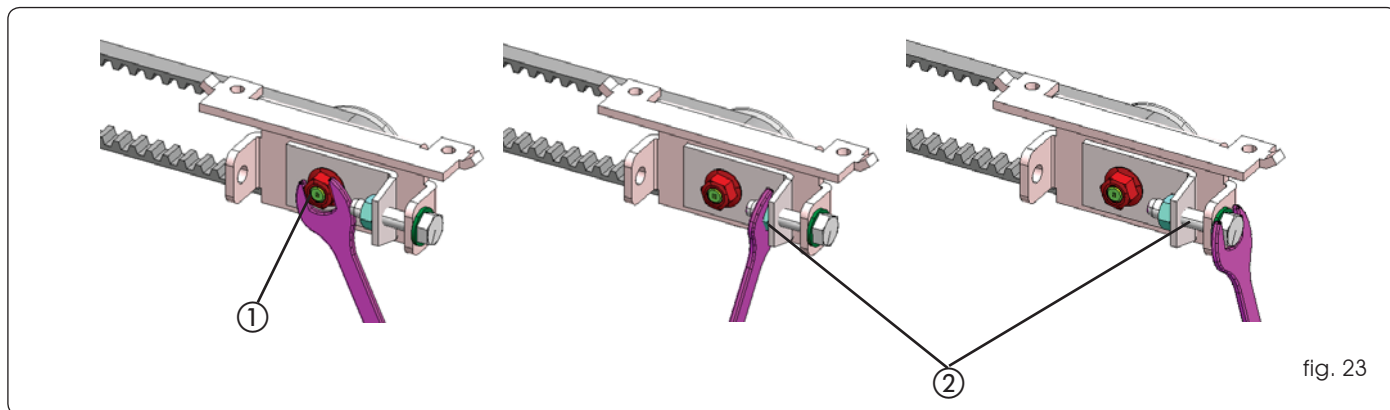

fig. 23
- Afloje la tuerca (fig. 23 ref. ①).
- Manipule el tornillo y el perno (fig. 23 ref. ②) para tensar la correa o bien para aflojarla.
- Después de haber regulado el tensado, apriete la tuerca (fig. 23 ref. ①).